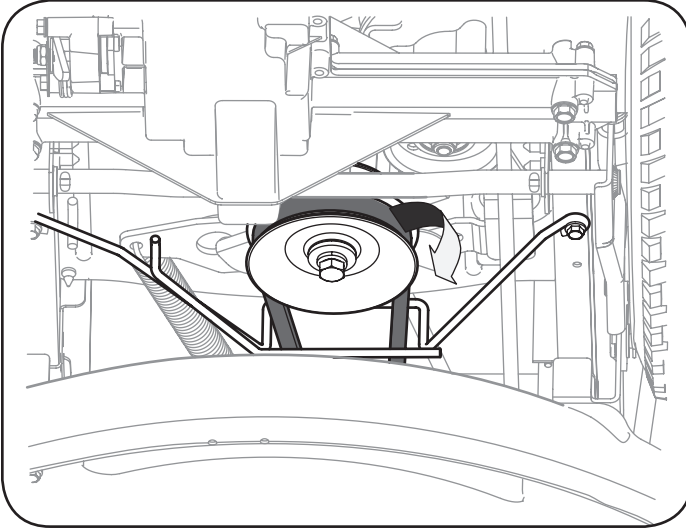

Figura 33
3. Extraiga la correa de alrededor de la polea de la PTO del tractor. Vea la Figura 33.
unidad como se indica en la Figura 33. Simplemente deje rodar un lado de la correa para que salga de la polea y luego debe seguir sacándola todo alrededor de la polea hasta que se suelta de la polea.
4. Lleve la correa hacia el frente de la unidad, jalándola a través y hacia afuera de la ménsula del guardacorrea, como se indica en la Figura 33.